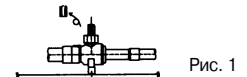

Рис. 1
- Снимите колпачок шарового клапана (рис. 1)